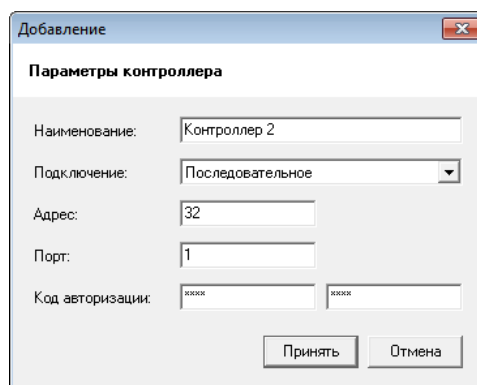

Рисунок 381 – Диалог "Добавление"
- 6.2) Либо нажмите на кнопку "Добавить", в окне "Добавление" (см. Рисунок 381) укажите тип подключения "Последовательное", адрес контроллера "32", порт, соответствующий номеру коммуникационного порта компьютера ("1" для COM1:), код авторизации "123456" и нажмите кнопку "Принять".